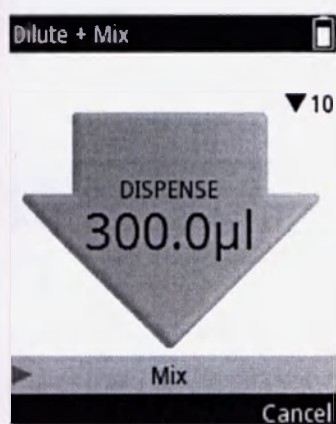

Рисунок D24.
6. Нажмите trigger (пусковую кнопку), чтобы произвести дозирование общего объема (Рисунок D24).